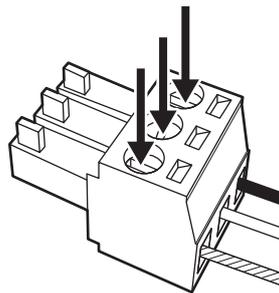

Figura 2
2) Apriete los tornillos del Conector para bloque de terminales extraíble de 3,5 mm y 3 contactos con un destornillador y fije los cables. (Figura 2)